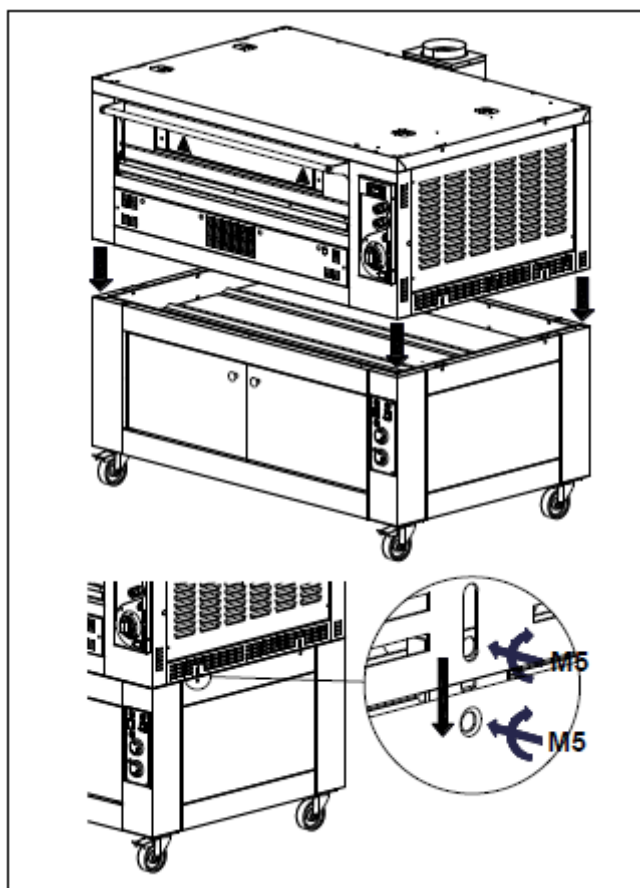

Рис. 1.1
Выступы по углам печи должны попадать в посадочные места (рис. 1.1).
5. Закрепите печь винтами М5, которые входят в комплект поставки (рис. 1.1).